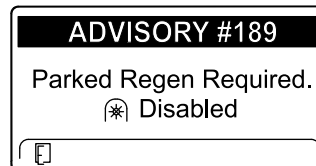

Figura 49
- Se não efetuar uma regeneração em estacionamento dentro de 2 horas, o InfoCenter indica que é necessária uma regeneração em estacionamento — tomada de força desativada AVISO N.º 189 (Figura 49).